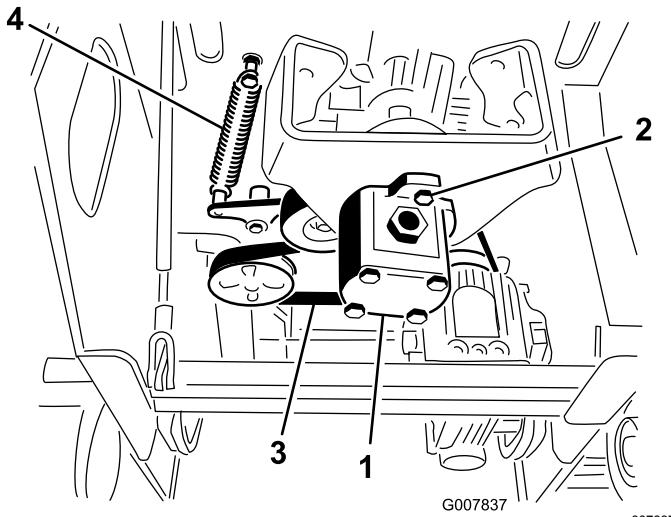

Figure 47
5. Desserrez les 2 boulons de la pompe (Figure 47).
6. Tournez la pompe dans le sens antihoraire et laissez-la se détacher de la poulie (Figure 47).
7. À l'aide d'un extracteur de ressort (à se procurer chez un concessionnaire-réparateur agréé) ou d'un crochet en métal, décrochez l'extrémité du ressort de la poulie de tension du boulon de ressort afin de détendre la courroie (Figure 47).